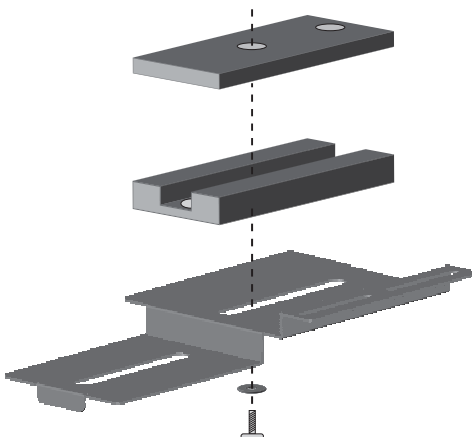

Figura 5.3 Separadores para montar las lentes de zoom y la cámara
- Combine los separadores de 4 mm y 9 mm suministrados para montar la cámara con el tipo de bandeja de cámara A opcional (utilice diferentes combinaciones de separadores para asegurarse de que la lente de la cámara está en el centro de la ventana). Utilice el tornillo de 1/4-20 x 5/8 pulg. y la arandela plana grande para fijar la cámara y el separador a la bandeja de la cámara, tal y como se muestra en la *Figura 5.3*.